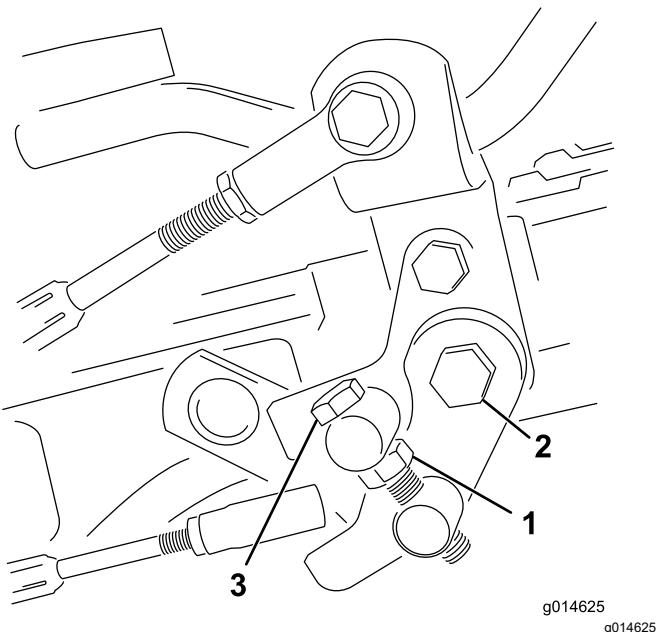

Рисунок 40
- Ослабьте контргайку на болте цапфы (Рисунок 40).
- Чтобы зафиксировать регулировку, затяните контргайку на болте цапфы и гайку на шарнире педали (Рисунок 40). Проверьте регулировку и при необходимости повторите ее.